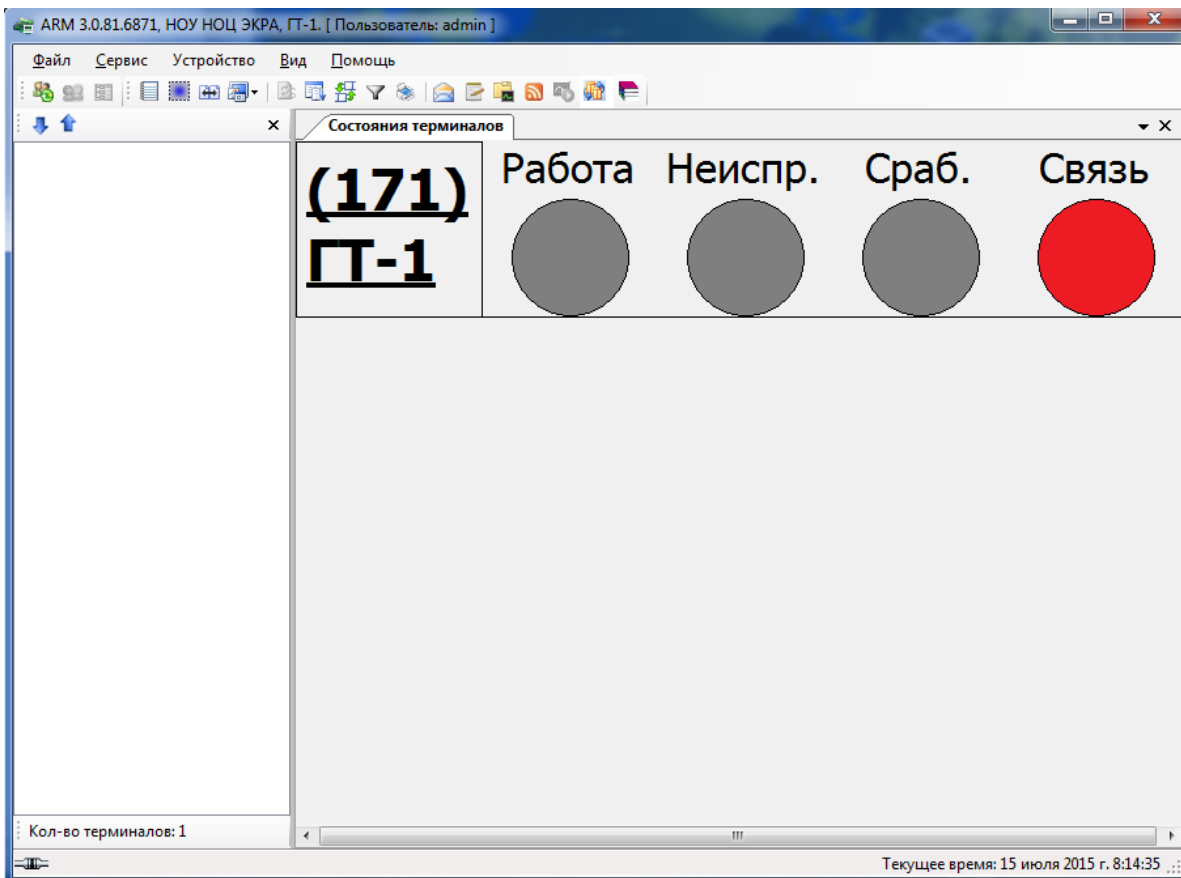

Рисунок 6.18
- а) нет связи с терминалом (см. рисунок 6.18);